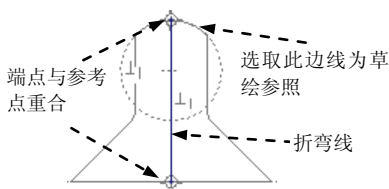

图 11.7.4 创建折弯线
(6) 创建折弯线。选取图 11.7.4 中的边线为草绘参照; 折弯线为图 11.7.4 所示的直线; 完成折弯线绘制后, 单击工具栏中的“完成”按钮 。